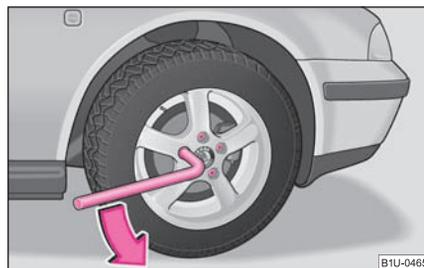

Fig. 169 Changement de roue: Desserrer les boulons de roue
- Saisissez l'embout de la clé* et faites décrire au boulon environ **un** tour vers la gauche ⇒ fig. 169.